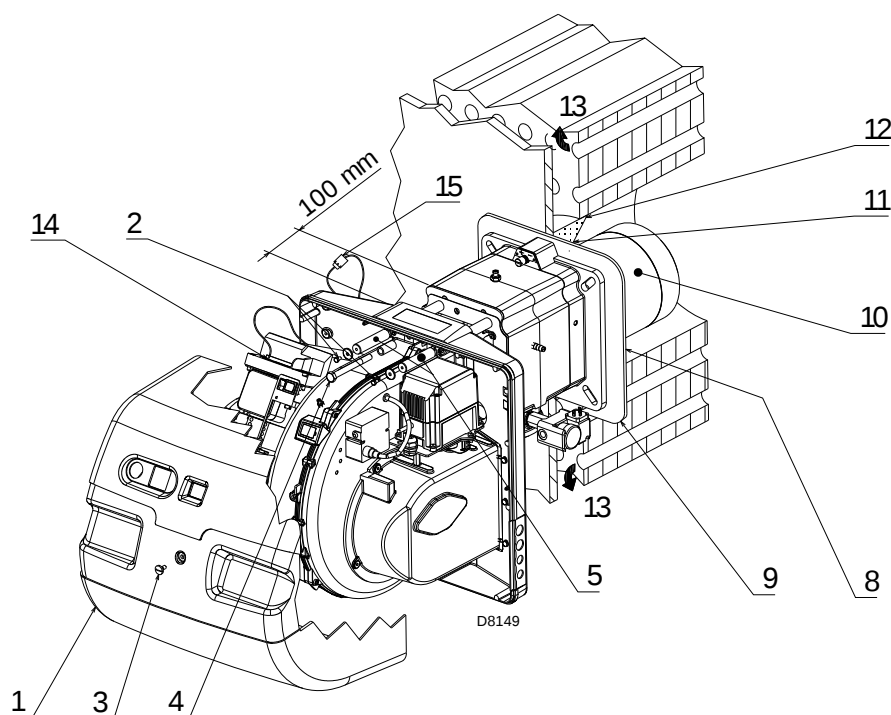
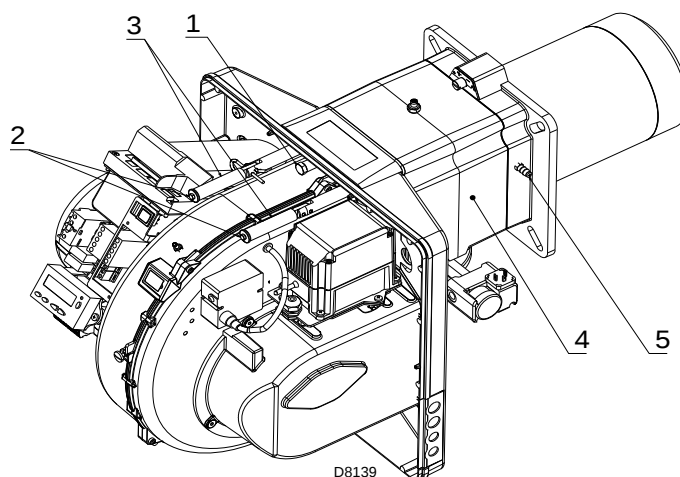

Fig. 13
Fig. 18
Per le caldaie con giro dei fumi anteriore 13)(Fig. 13), eseguire una protezione in materiale refrattario 11), tra refrattario caldaia 12) e boccaglio 10). La protezione deve consentire al boccaglio di essere estratto.
Separare quindi la testa di combustione dal resto del bruciatore, (Fig. 13). Per fare questo procedere come segue:
- rimontare il bruciatore sulle guide 3)(Fig. 18) a circa 100 mm dal manicotto 4) - bruciatore nella posizione illustrata dalla Fig. 13 a pag. 19.
- Inserire il cavo della sonda ed il cavo dell'elettrodo e quindi far scorrere il bruciatore fino al manicotto, bruciatore nella posizione illustrata dalla Fig. 18.